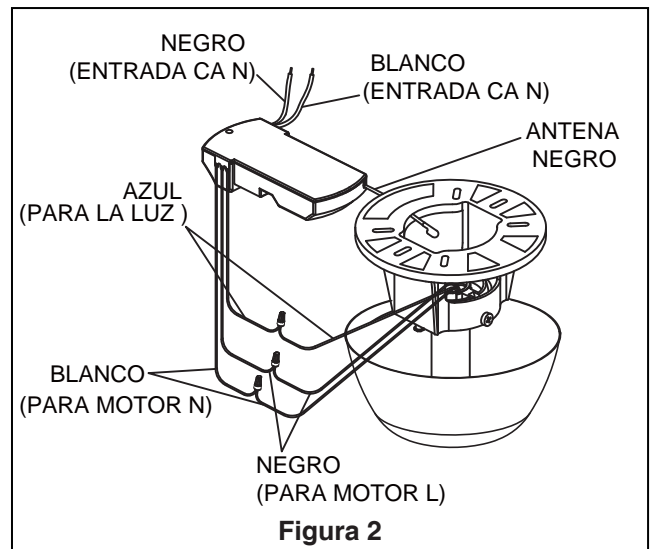

Figura 2
Caja profunda (Figura 2)
Debe colgar el ventilador a una distancia mínima de 2,13 m desde las aspas hasta el piso. (Figura 2)
1. Realice las conexiones de cables al bloque del terminal como se muestra en la Figura 2.
2. Coloque y ajuste firmemente la cubierta para el tornillo de la base sobre los tornillos de reborde de la ed omsinacem le etnaidem ragloc arap aredazarbseguro por giro del chavetero. (Figura 2)
2. Instale la ensamble de la placa de iluminación en el soporte utilizando las dos el soporte utilizando las dos ranuras principales. Vuelva a colocar el tercer tornillo y asegure apriete. (Figura 2)
2. Restaure la fuente de alimentación de la toma de corriente enciendi la electricidad del fusible principal. (Figura 2)